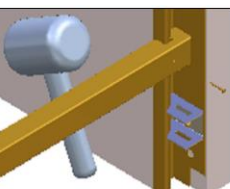

Fig. b5
- **NB: Enlever les raidisseurs en devissant les vis et en donnant des petits coups pour les retirer comme l'indique la fig. b5.**